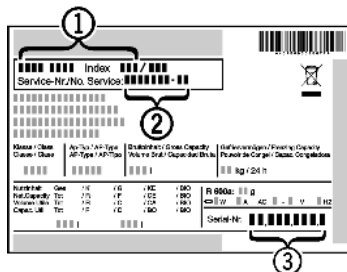

Fig. 18
- ▶ Označení přístroje Fig. 18 (1), servisní číslo Fig. 18 (2) a sériové číslo Fig. 18 (3) naleznete na typovém štítku. Identifikační typový štítek je umístěn na levé vnitřní stěně přístroje.